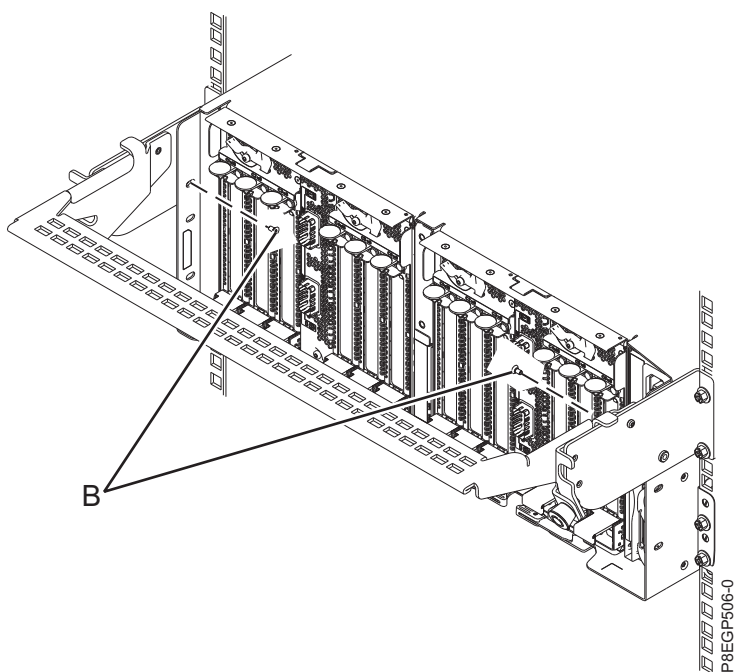

Abbildung 13. Sicherungsschrauben anlegen
12. Um den Einschub am Rack zu befestigen, legen Sie die zwei Sicherungsschrauben (**B**) an (siehe Abb. 13).